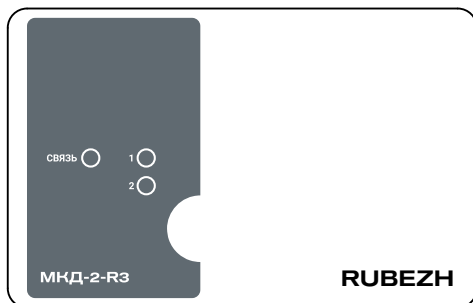

Рисунок 1
4.1 МКД конструктивно выполнен в пластмассовом корпусе. Корпус состоит из двух частей – основания и крышки (рисунок 1). Крышка имеет окна для индикаторов СВЯЗЬ, «1», «2», расположенных на плате.